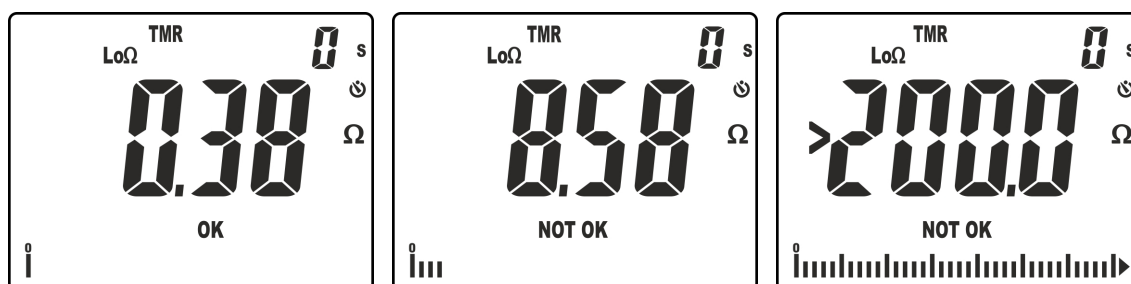

Fig. 31: Résultats de la mesure de continuité en mode TMR
10. La page-écran de Fig. 31, à gauche, indique un résultat positif du test « OK » (valeur inférieure au seuil configuré et courant d'essai >200mA). La page-écran de Fig. 31, au centre, indique un résultat négatif du test « NOT OK » (valeur supérieure au seuil configuré et courant d'essai <200mA). La page-écran de Fig. 31, à droite, indique un résultat négatif « NOT OK » correspondant au hors échelle (symbole « >200.0 »)